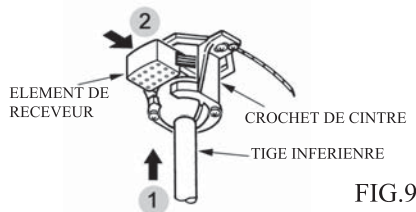

FIG.9
2. Soulevez délicatement le ventilateur et placez l'ensemble boule de la tige de suspension sur le support de suspension. Assurez-vous que la rainure de la boule est alignée avec la languette du support de suspension. Veillez à ne pas coincer les fils entre la boule, l'ensemble de la tige de suspension et le support de suspension. (Voir Fig.9)